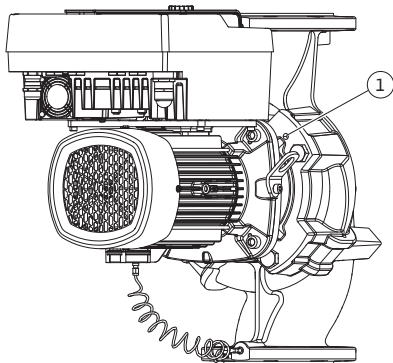

Fig. 10: Odtis vtičnega kompleta prek navojnih izvrtin
- Vtični komplet (glejte Fig. 4) odmaknite od ohišja črpalke. Glede na tip črpalke (glejte Fig. I...Fig. IV) obstajata dva različna pristopa. Pri tipu črpalke (Fig. III in Fig. IV) popustite vijake (poz. 29). Uporabite dve sosednji navojni izvrtini (Fig. 10, poz. 1) in ustrezne vijake (npr. M10 x 25 mm), ki so na voljo na mestu vgradnje. Za tip črpalke (Fig. I in Fig. II) uporabite dve navojni izvrtini M10 (Fig. 104). Uporabite za to primerne vijake, ki so na voljo na mestu vgradnje (npr. M10 x 20 mm). Za odmik lahko uporabite tudi reže (Fig. 104, poz. 2).